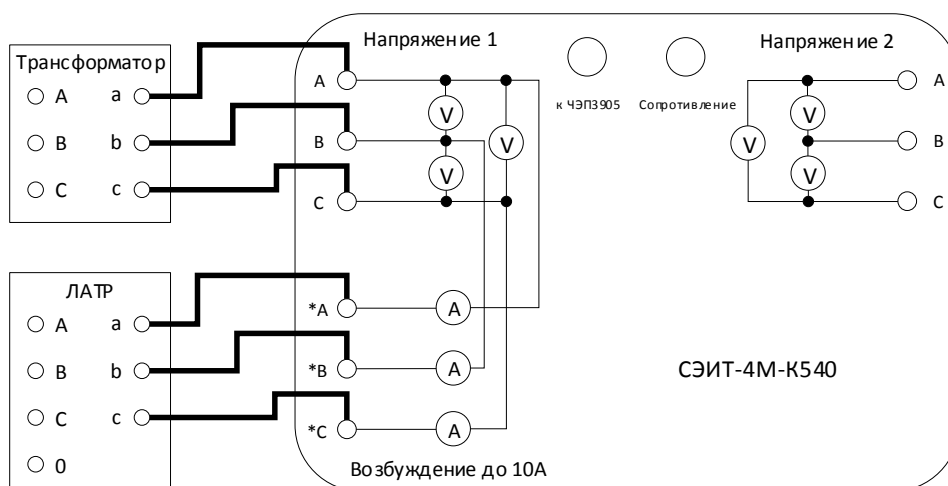

Рис. 10. Схема соединений для опыта холостого хода при номинальном напряжении.
5.3.1.1. Для проведения опыта холостого хода при номинальном напряжении необходимо собрать измерительную схему, представленную на рис. 10.